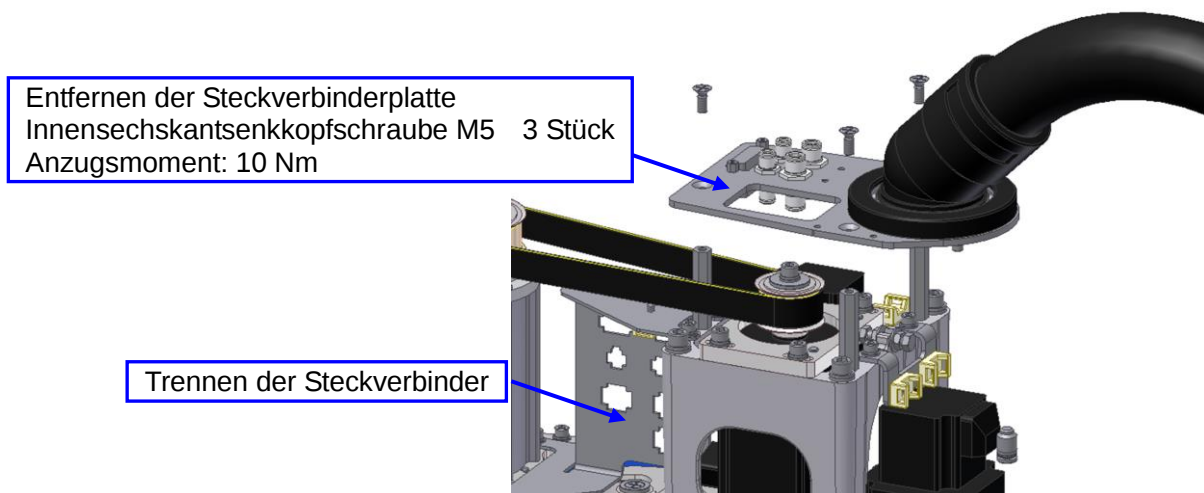

Bild 5-28 Entfernen der Steckverbinderplatte
- (4) Trennen der B-, Z-, und W-Achsen-Steckverbinder.
- (5) Entfernen der Steckverbinderplatte. (Siehe Bild 5-28)